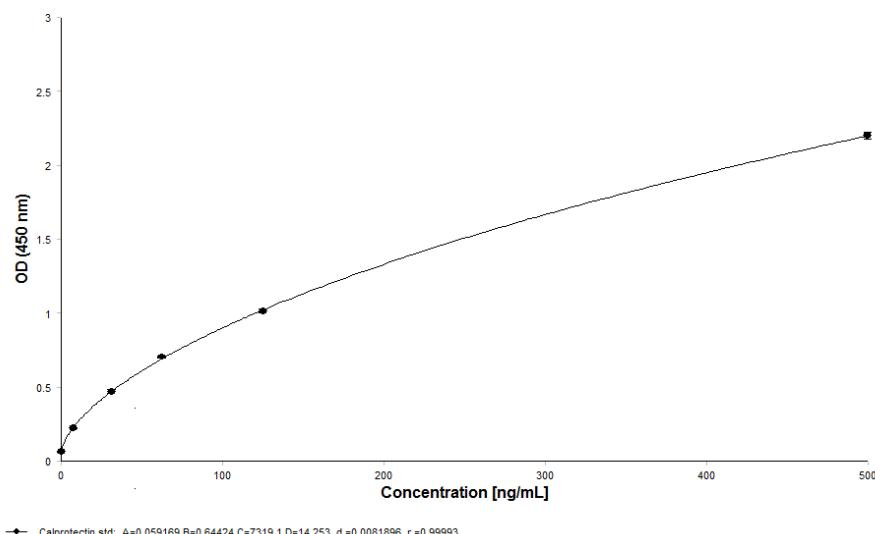

Figura 1: Una curva estándar representativa de 4 parámetros.
- Como guía, el valor de DO del calibrador F (500 ng/ml) debe ser ≥ 1.6 y el valor de DO del calibrador A (0 ng/ml) debe ser ≤ 0,25. Una curva estándar representativa se muestra en la figura 1.